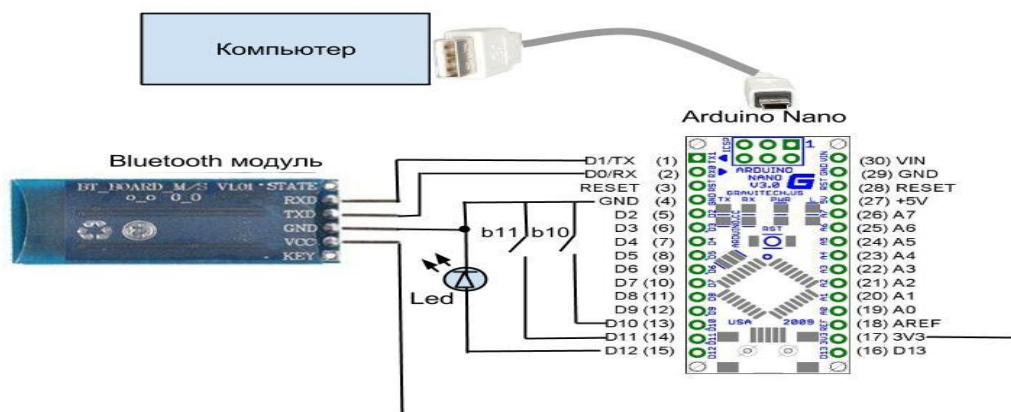

Рисунок 2 – Схема подключения ArduinoNano к компьютеру
Питание на Arduino подается по USB кабелю, который подключается к компьютеру, по нему же загружается и программное обеспечение (скетч) выполняемое на нем – рисунок 2. Необходимо отметить, что загружать скетч в Arduino можно только тогда, когда отключено питание от Bt модуля (Вывод (17) 3V3), в противном случае возникает ошибка.